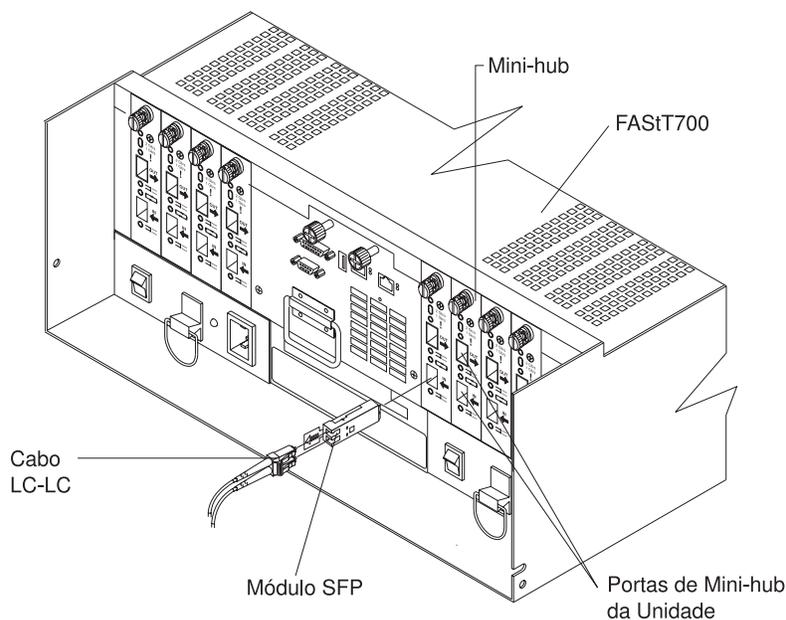

Figura 32. Instalando um Módulo SFP e o Cabo LC-LC em um FAST700
2. Conecte um cabo de fibra ótica LC-LC no módulo SFP, conforme mostrado na Figura 32 na página 34.